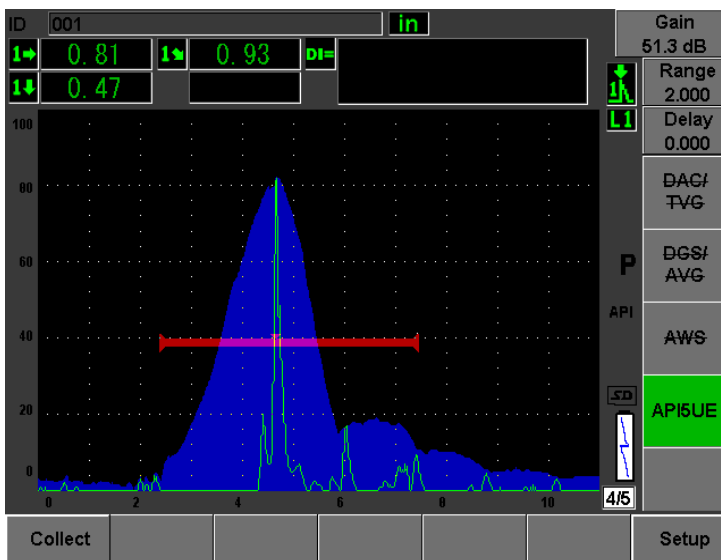

図 12-23 収集モードでの校正データ
4. [**P1**] を押して、 A_{max} 、 T_1 、および T_2 データをエンベロップから収集します (267 ページ図 12-23 参照)。